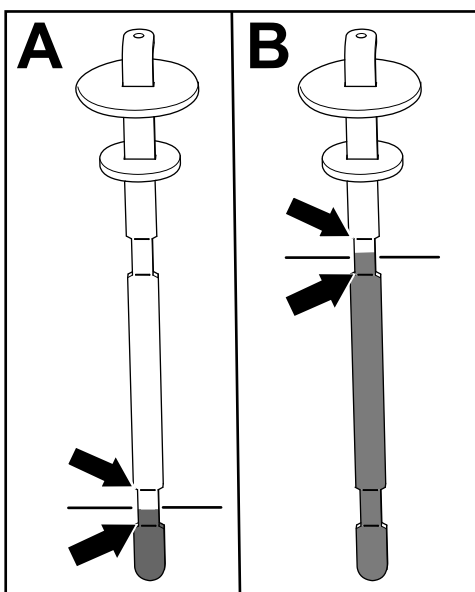

Figura 84
5. Îndepărtați joja și verificați nivelul uleiului (Figura 84).
- **Dacă maina este echipată cu o unitate de tăiere:** nivelul uleiului hidraulic este corespunzător atunci când uleiul apare între cele 2 marcaje de la partea inferioară a joiei (A din Figura 84). De asemenea, este acceptabil ca nivelul uleiului să fie peste marcajele de la partea inferioară.
- **Dacă maina este echipată cu un set furtun pentru dispozitivul de atașare acionat hidraulic:** nivelul uleiului hidraulic este corespunzător atunci când uleiul apare între cele 2 marcaje de la partea superioară a joiei (B din Figura 84).